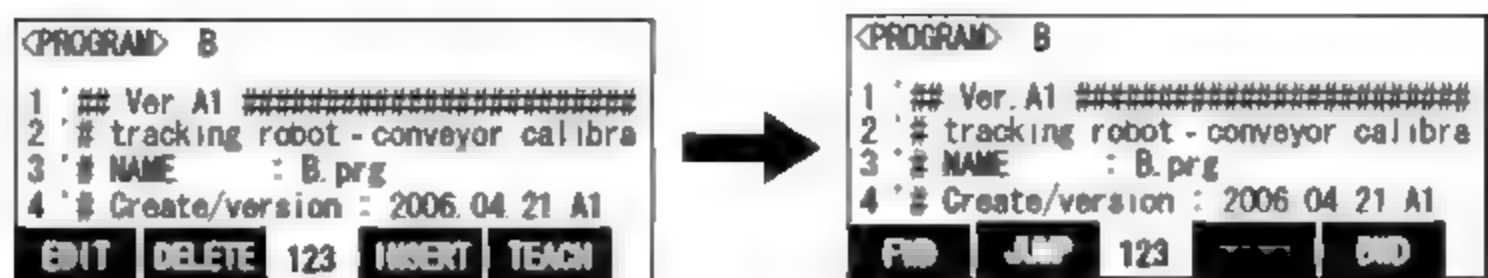

图 29-16 改变操作键功能
- (6) 按下 Function 键，改变功能显示，如图 29-16 所示。
- (7) 按下 F1(FWD)键，执行步进操作。